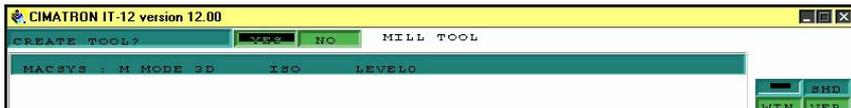

Рисунок 32
23. Система спрашивает: создать инструмент? Отвечаем YES (рис.32).